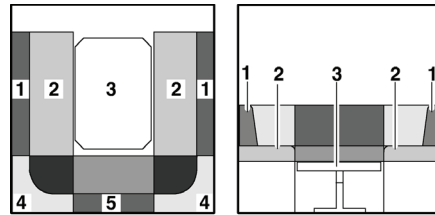

Bild 151 Während des Umbaus
- Die Sitzpolster (Bild 151,2) zur Mitte ziehen.
- Die Rückenpolster (Bild 151,1) zwischen die Sitzpolster und die Außenwand legen.
- Die Rückenpolster (Bild 151,4 und 5) abnehmen und beiseite legen.